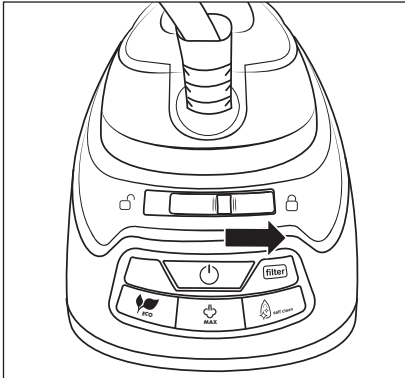

Fig. 8
- 4) Lås dampstrygejernet **1** ved at skyde låsekontakten **15** mod højre mod  (låst) (se fig. 8).